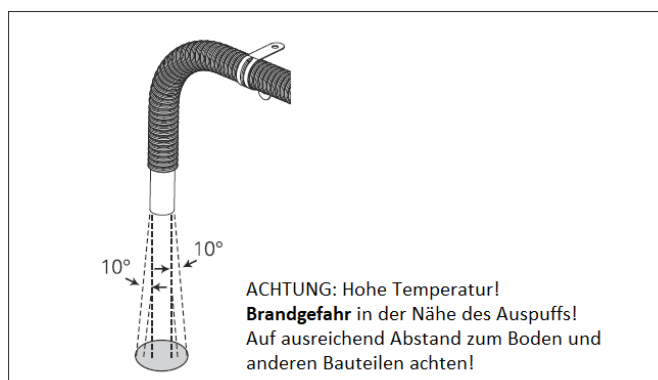

Abbildung 13
- 6.5.15 Die Abgasmündung muss senkrecht zur Straße nach unten verlaufen mit einem Winkel von $90^\circ \pm 10^\circ$ (Abbildung 13). Die letzte Befestigung sollte 150mm vom Ende des Abgasrohrs entfernt sein.